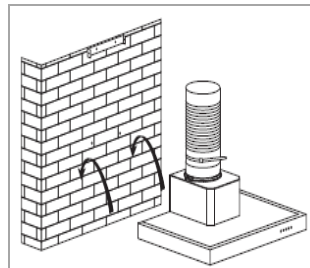

Fig. 4
- Zet de geneste schachteenheid op zijn plaats en draai de onderste schroeven 2x ST4\*30mm door de behuizing vast om hem vast te zetten [Fig. 4].